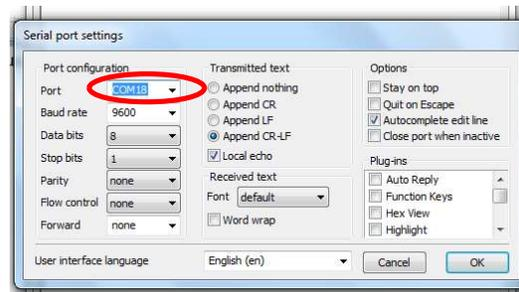

Figura 4
- 6- Una vez seleccionado el puerto COM correspondiente, configurar el BAUDRATE y demás características de la comunicación como se observa en la Figura 4 y se indica a continuación: